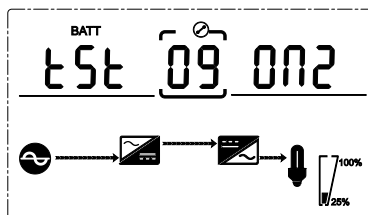

Fig. 4-23 Autotest ON2
- Selección **ON2**, el SAI puede pasar automáticamente al modo batería cada 30 días. Y el tiempo de autotest de la batería es de **10 minutos** ( Fig. 4-23).